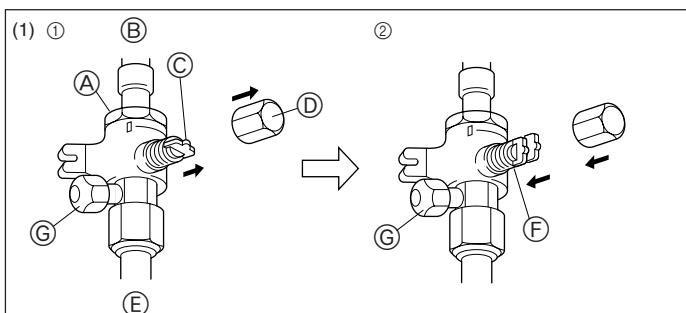
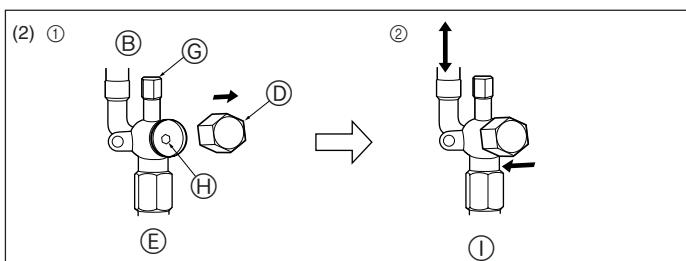

Fig. 4-6
Fig. 4-7
(1) Gasside (Fig. 4-6)
- ① Afmonter hætten, træk håndtaget hen imod Dem og drej en 1/4 omgang mod uret for at åbne.
- ② Kontroller, at stopventilen er helt åben, skub håndtaget ind og drej hætten tilbage til den oprindelige position.
(2) Væskeside (Fig. 4-7)
- ① Fjern dækslet, og drej ventilspindlen mod uret så langt som muligt vha. en 4 mm sekskantet skruenøgle. Stop med at dreje, når den når stopperen (Ø6,35: ca. 4,5 omgang; Ø9,52: ca. 10 omgang).